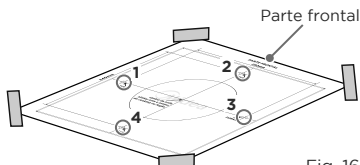

Fig. 16
- Coloque o gabarito para fixação no teto tendo em mente os pontos de referência descritos e faça corresponder as setas impressas no gabarito com a parte frontal da coifa (PARTE FRONTAL). Faça os furos no número e no diâmetro indicados no gabarito (Fig. 16).